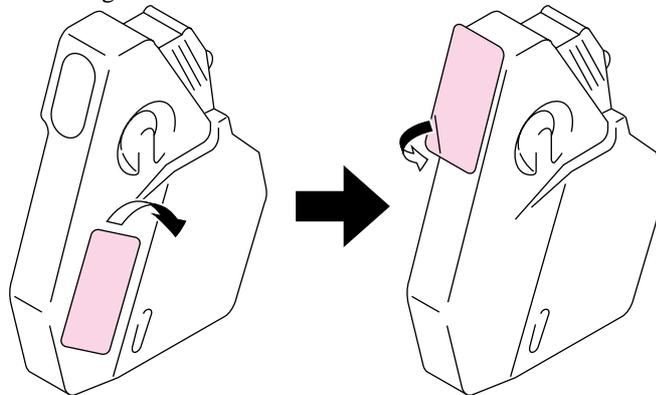

Fig. 5-12 Fermeture au moyen de la bande adhésive
3. Décollez la bande de fermeture adhésive sur le côté droit de la poche de toner usagé. Fermez l'orifice de la poche avec l'adhésif. Voir la Figure 5-12 pour déterminer le positionnement de l'adhésif. Au moment de mettre la poche de toner usagé au rebut, placez-la dans le sac plastique fourni dans le carton d'emballage de la nouvelle poche de toner usagé. Veuillez mettre la poche de toner usagé au rebut en suivant la réglementation locale en vigueur.